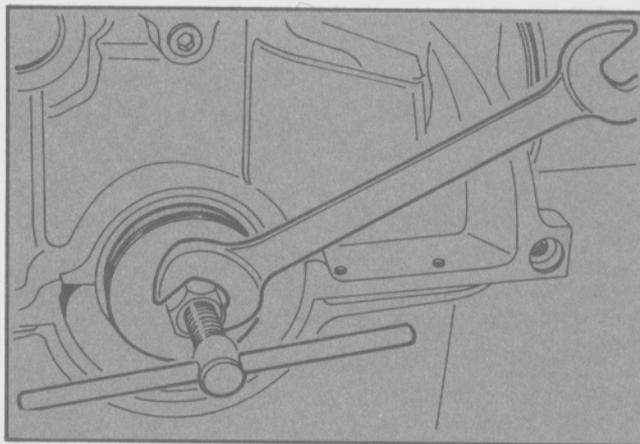

Fig. 113 - Desmontaje del retén trasero del cigüeñal
- Desmontar el retén trasero del cigüeñal, utilizando la herramienta T84G-6701-BAS (Fig. 113).